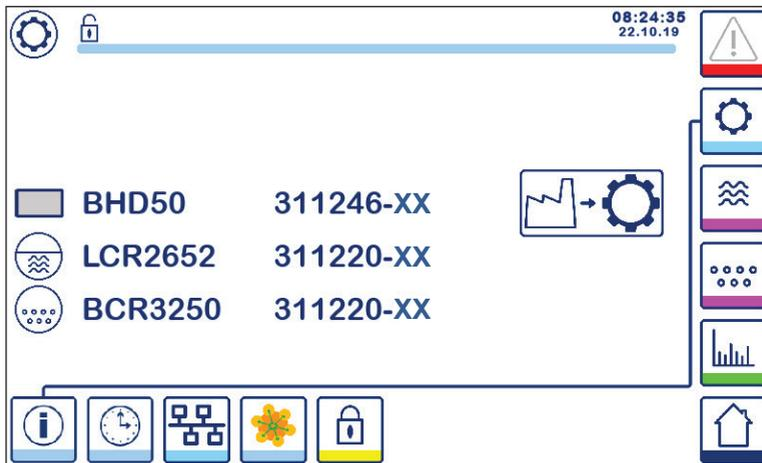

Fig. 30 Fenêtre de configuration
La Fig. 30 présente l'écran d'informations de la fenêtre de configuration indiquant le nom des dispositifs du système avec le numéro de logiciel et la version de logiciel (XX) correspondants.